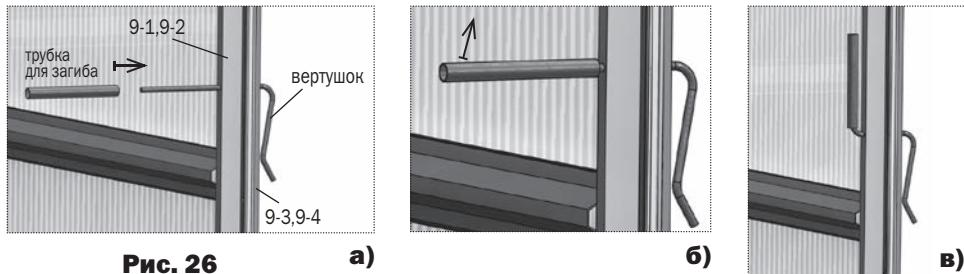

Рис. 26
8. Проволочный вертушок для запирания дверей и форточек вставляется в отверстия стоек дверного проема прямым концом с наружной стороны до упора. С помощью трубы выполняется загиб внутреннего прямолинейного конца рукой вверх (**рис. 26**). Такая конструкция вертушка позволяет упруго прижимать двери и форточки торцов в закрытом состоянии, находясь как снаружи так и внутри теплицы.